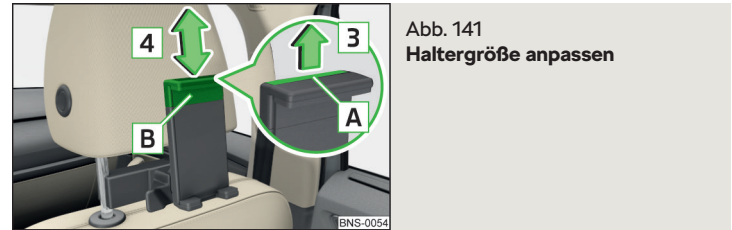

Abb. 141 Haltergröße anpassen
- Zur **Anpassung der Haltergröße** die Sicherungslasche **A** in Pfeilrichtung **3** herausziehen und den Teil **B** in Pfeilrichtung **4** in die gewünschte Position verschieben » Abb. 141.